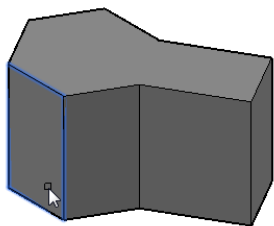
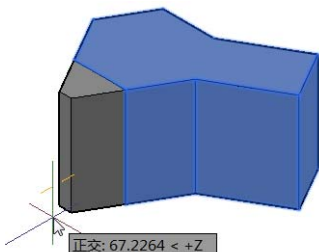

图 14-45 按住〈Ctrl〉键并单击面
图 14-46 拖动以实现面偏移
③ 按住〈Ctrl〉键并单击图 14-45 所示的面（注意面的单击位置，其会影响操作结果），拖动鼠标光标以实现面偏移来创建实体，在所需位置处单击即可，如图 14-46 所示。